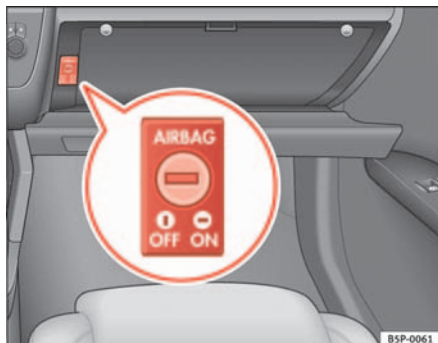

Abb. 26 Im Handschuhfach: Schlüsselschalter zum Ab- und Einschalten der Airbags auf der Beifahrerseite
- Drehen Sie mit dem Zündschlüssel den Schlüsselschalter im Handschuhfach in die Position **OFF** ⇒ Abb. 26.
- Drehen Sie mit dem Zündschlüssel den Schlüsselschalter im Handschuhfach in die Position **ON** ⇒ Abb. 26.